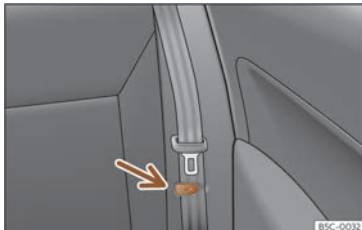

Fig. 113 Banquette arrière : pince pour ceinture de sécurité.
- Placer les ceintures de sécurité latérales dans la pince du revêtement»» fig. 113.